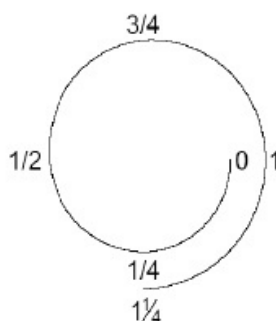

Fig. 1
4. Aperte a porca 1 1/4 de volta (Fig. 1) com a chave enquanto segura firmemente o corpo da conexão.